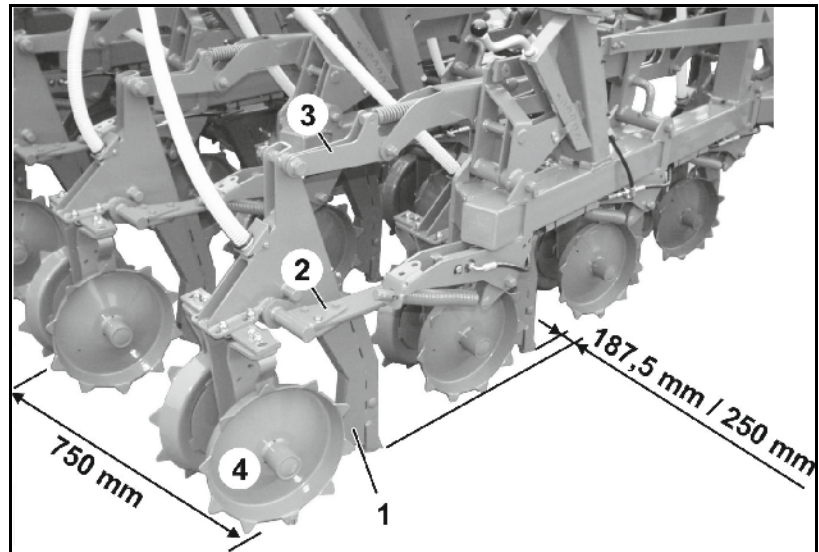

Fig. 38
Die Meißelschare (Fig. 38/1) sind in 4 Reihen hintereinander versetzt angeordnet. So ergibt sich ein Scharabstand von 750 mm zwischen den benachbarten Scharen. Der Reihenabstand beträgt 187,5 mm / 250 mm.
- eine horizontale Ausweichmöglichkeit durch die Federstahl-Unterlenker (Fig. 38/2).
- eine vertikale Ausweichmöglichkeit durch den gegen Federkraft einknickenden Oberlenker (Fig. 38/3).
Die Ablagetiefe des Saatgutes wird bestimmt durch die Tiefenführung der Meißelschare (Fig. 38/1). Diese Tiefenführung übernehmen die hinter den Meißelscharen angebrachten Doppelrolle (Fig. 38/4), die als Doppelrollen ausgebildet sind.